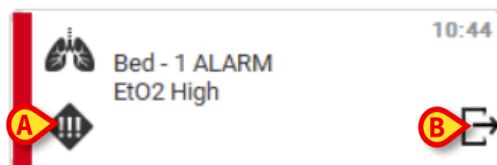

Abb. 9
Im Mitteilungsfeld (Abb. 9) werden die folgenden Informationen angezeigt:
- Ein Symbol, das die Art der Meldung kennzeichnet (Abb. 9 **A**).
- Ein Symbol, das die Kategorie der Meldung kennzeichnet (Alarm mittlerer/hocher/niedriger Priorität Abb. 9 **B**).
- Eine Schaltfläche „Zurück“, um auf die Bildschirmseite "Patientenzentrale" zurück zukommenbezieht (Abb. 9 **D**).